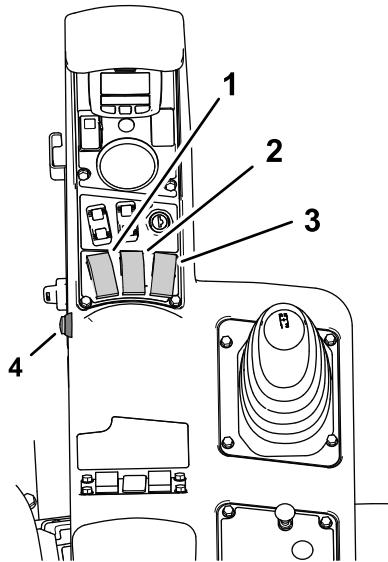
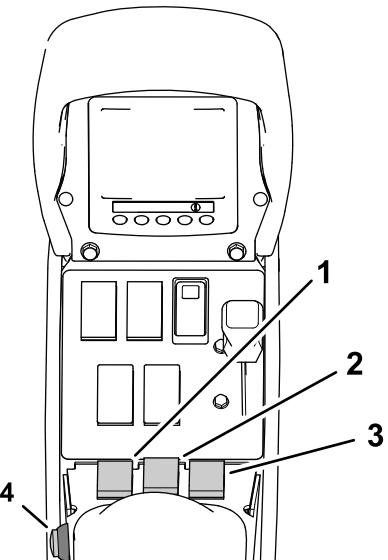

Figura 162
Figura 163
- Spostate i tre interruttori delle sezioni (posti sul quadro di comando della macchina) in posizione di ACCENSIONE (Figura 162 e Figura 163).